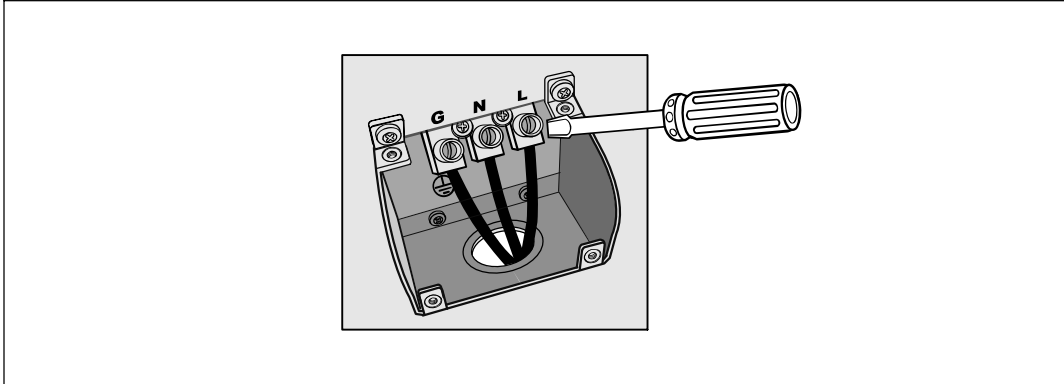

Figure 22. Bornier d'Entrée de l'Onduleur
- 6 Connectez les fils d'entrée et de masse au bornier d'entrée conformément au Figure 22 et au Tableau 1.